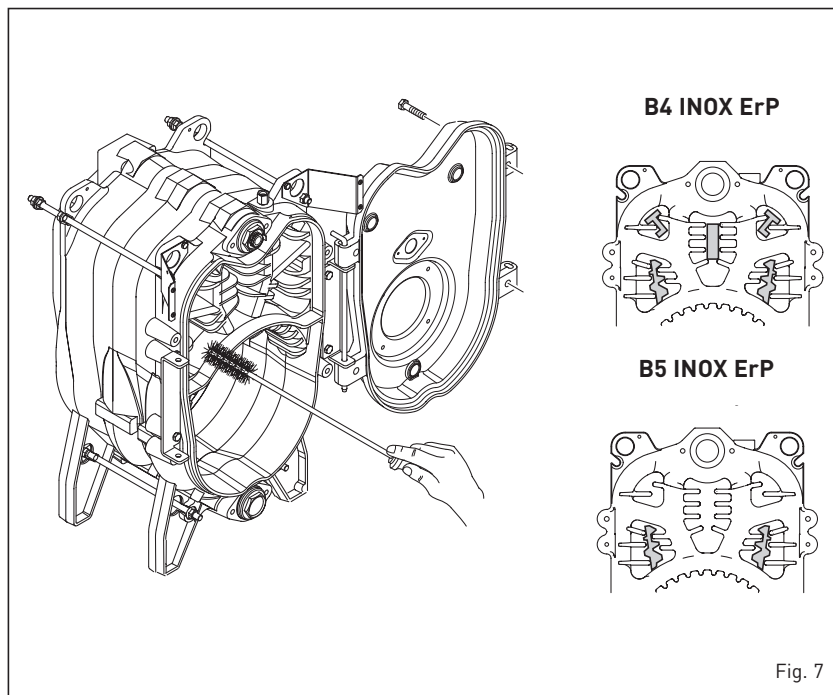

Fig. 7
3.3.1 Lado humos caldera (fig. 7)